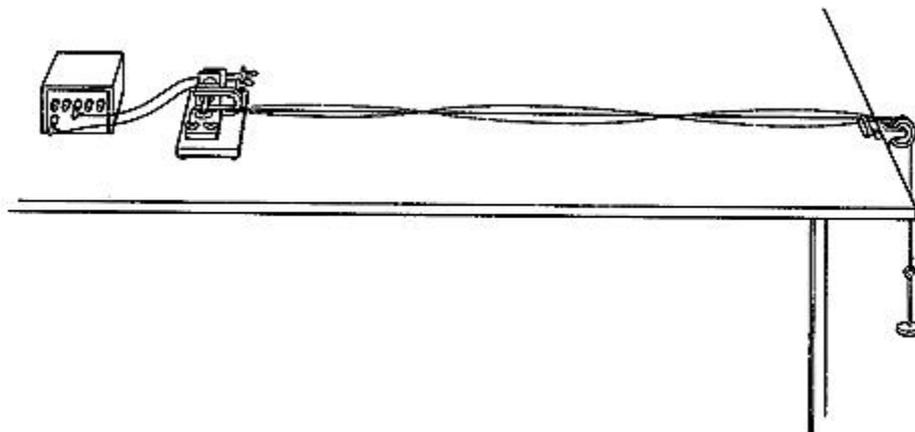

Figura 7: Aparato experimental para ondas estacionárias.
1. Inicialmente, montamos o aparato ilustrado na Figura 7, onde vemos a roda excêntrica que produz a onda na corda de nylon, o dispositivo de roldana preso à mesa com o suporte adequado. E por fim, vemos os modos normais de vibração na corda.